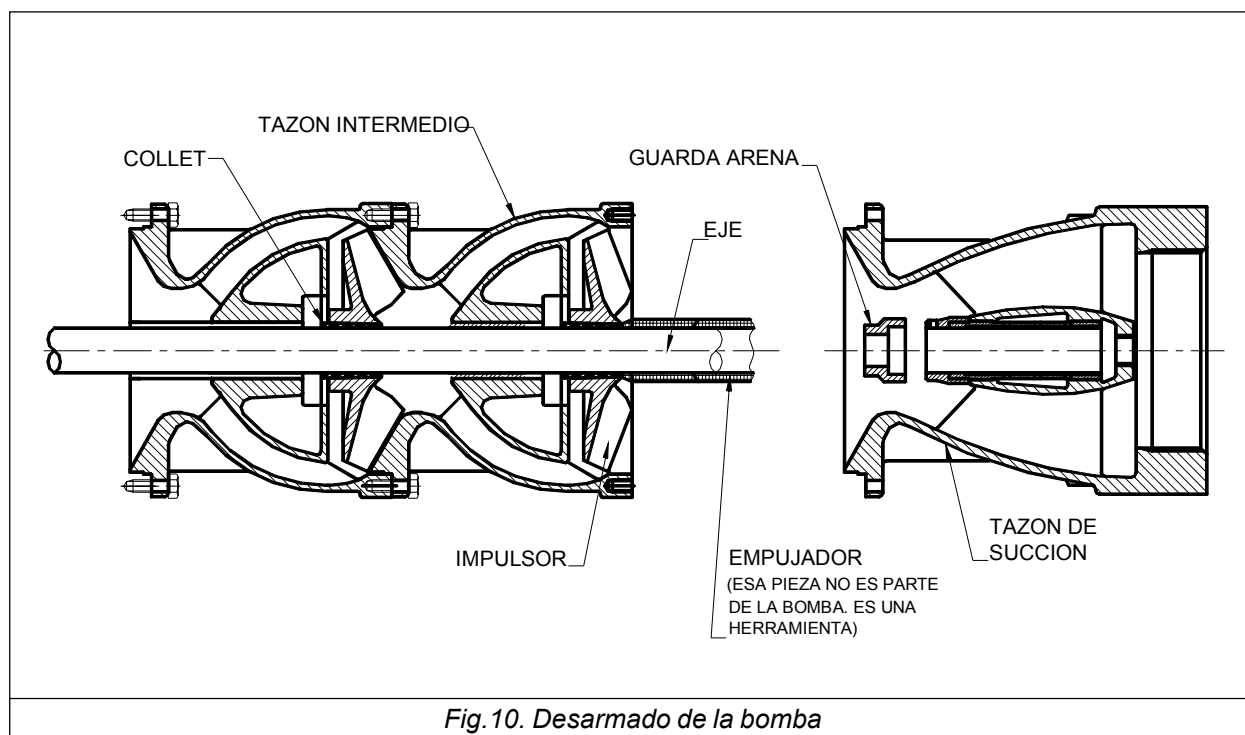

Fig. 10. Desarmado de la bomba
- Coloque el empujador de collet sobre el eje (Fig.10) y golpee con él collet entre el impulsor y el eje hasta liberar el impulsor. Extraiga el impulsor. y el collet (la cuña cónica partida).